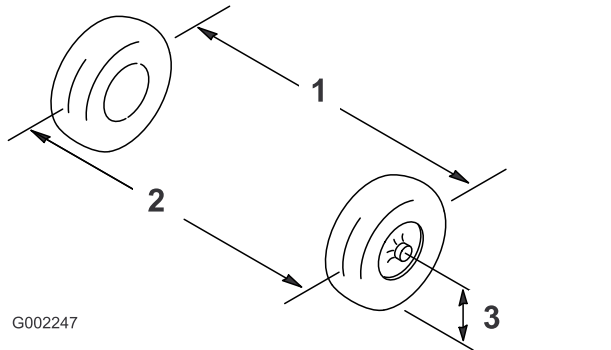

図 52
2. 前輪の前と後ろで、左右のタイヤの中央線間距離を測る計測はアクスルの高さで行う(図 52)。